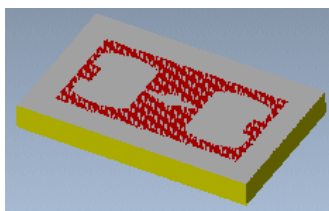

图 10.4.16 动态仿真
Step1. 在 **PLAY PATH (播放路径)** 菜单中选择 **NC Check (NC 检查)** 命令, 系统弹出“VERICUT 7.1.5 by CGTech”窗口。单击  按钮, 观察刀具切割工件的运行情况, 仿真结果如图 10.4.16 所示。